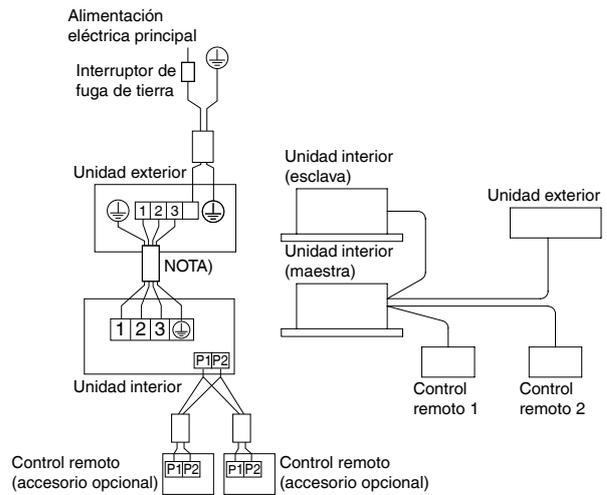

Fig. 33
- **2 controles remotos controlan:** 2 controles remotos controlan 1 unidad interior. **(Consulte la Fig. 33)**
- (1) Retire la tapa de la caja de control.
- (2) Agregue cableado entre el control remoto 2 (secundario) y la terminal (P₁, P₂) del bloque de terminales (X1M) para el control remoto en la caja de control. (No existe polaridad). (Consulte la Fig. 33 y la Tabla 5)